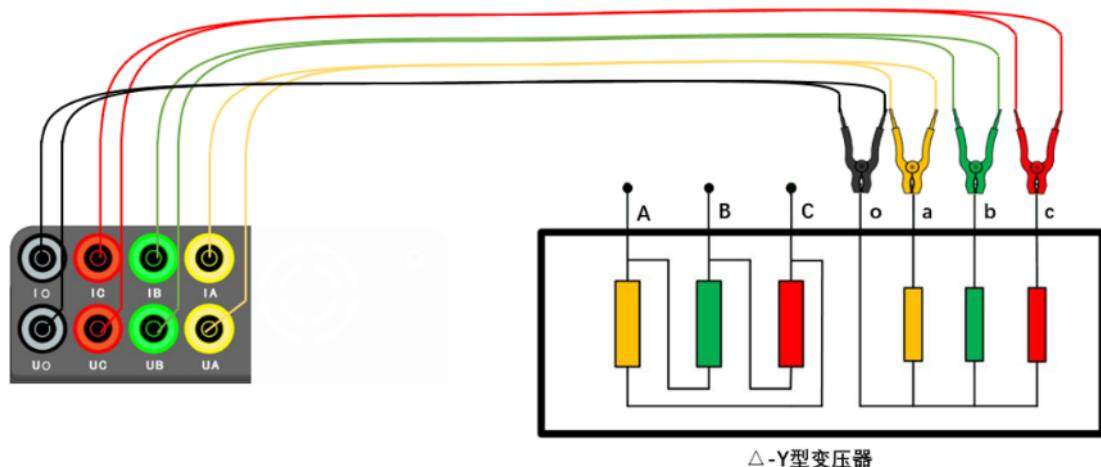

图 5 Y 型模式测量法接线图
- 1) **Y型逐相:** 接线方法参考图 5。对于 Y型逐相模式, 仪器会对 AO、BO、CO 逐相充磁、测量和能量回收, 单相能量回收完成后开启下一相充磁和测量;
- 2) **Y型同时:** 接线方法参考图 5。对于 Y型同时模式, 仪器的输出回路为 A, C 相电流输出, B 相电流输入, 以实现三相同时充磁, 并同时测量三相;
- 1) 按照图 5 所示进行接线: